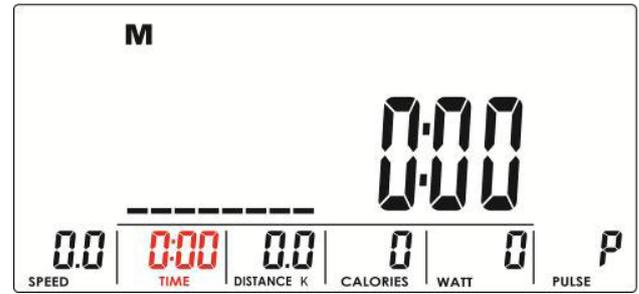
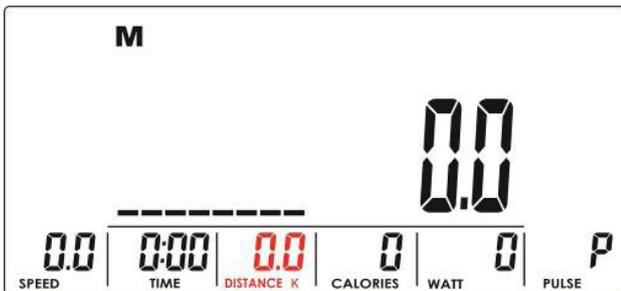
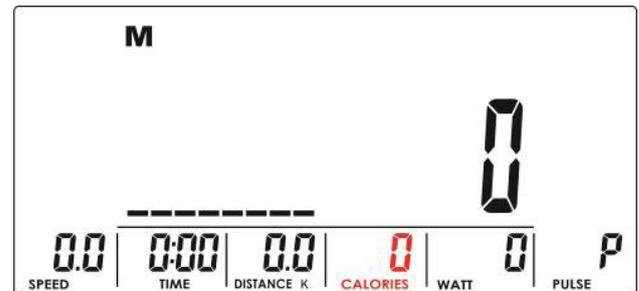
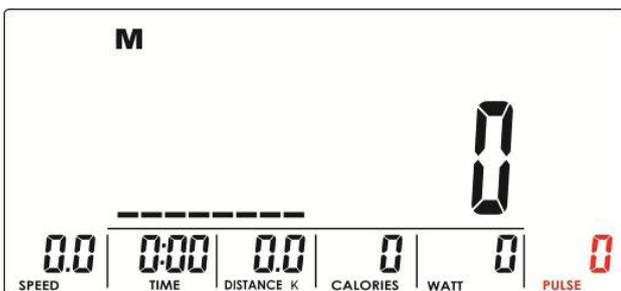

Abbildung 5
Abbildung 6
Abbildung 7
Abbildung 8
3. Geben Sie die Zeit (Abb. 5), die Entfernung (Abb. 6), die Kalorien (Abb. 7) und den Puls (Abb. 8) mit dem Encoder ein. Bestätigen Sie mit MODE / ENTER.